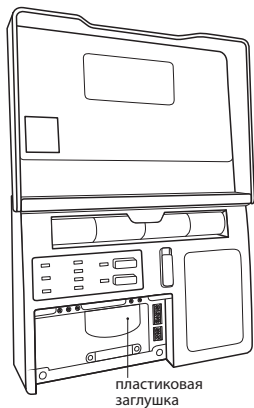

Рис. 4. Вид Модуля управления Neptun ProW изнутри с открытой крышкой коммутационного отсека
3. Откройте крышку коммутационного отсека (рис. 4).